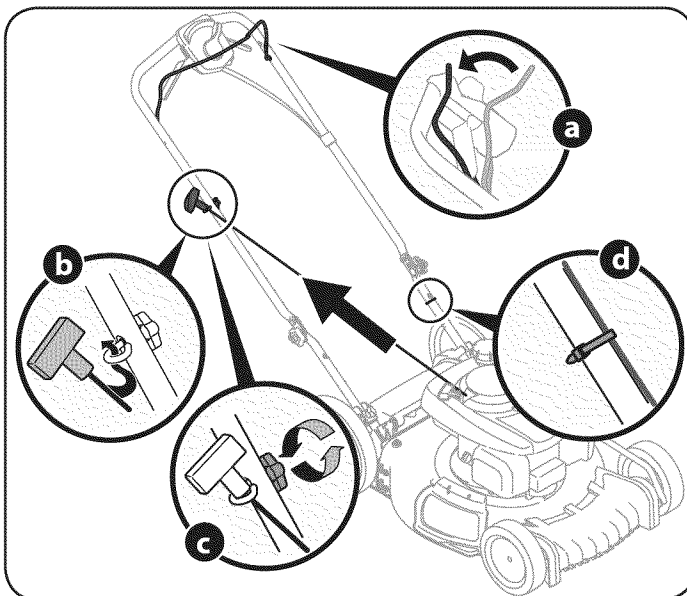

Figura 6
4. La guía de la cuerda, que está conectada a la varilla de sostén, se encuentra sobre el lado derecho de la manija inferior. Vea la Figura 6.
- d. Utilice abrazaderas de cable proporcionados para asegurar el control de la cuchilla y cables de la unidad a la manija inferior como se muestra en la Figura 6.